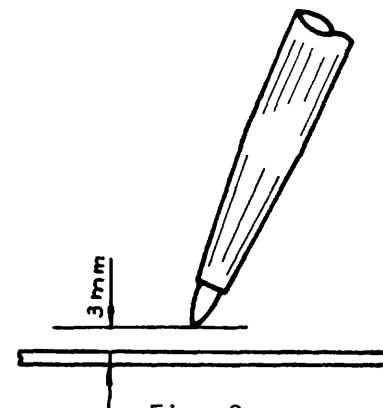

Fig. 2
- c Acerque el dardo a una distancia de 3 mm del material base (fig. 2).